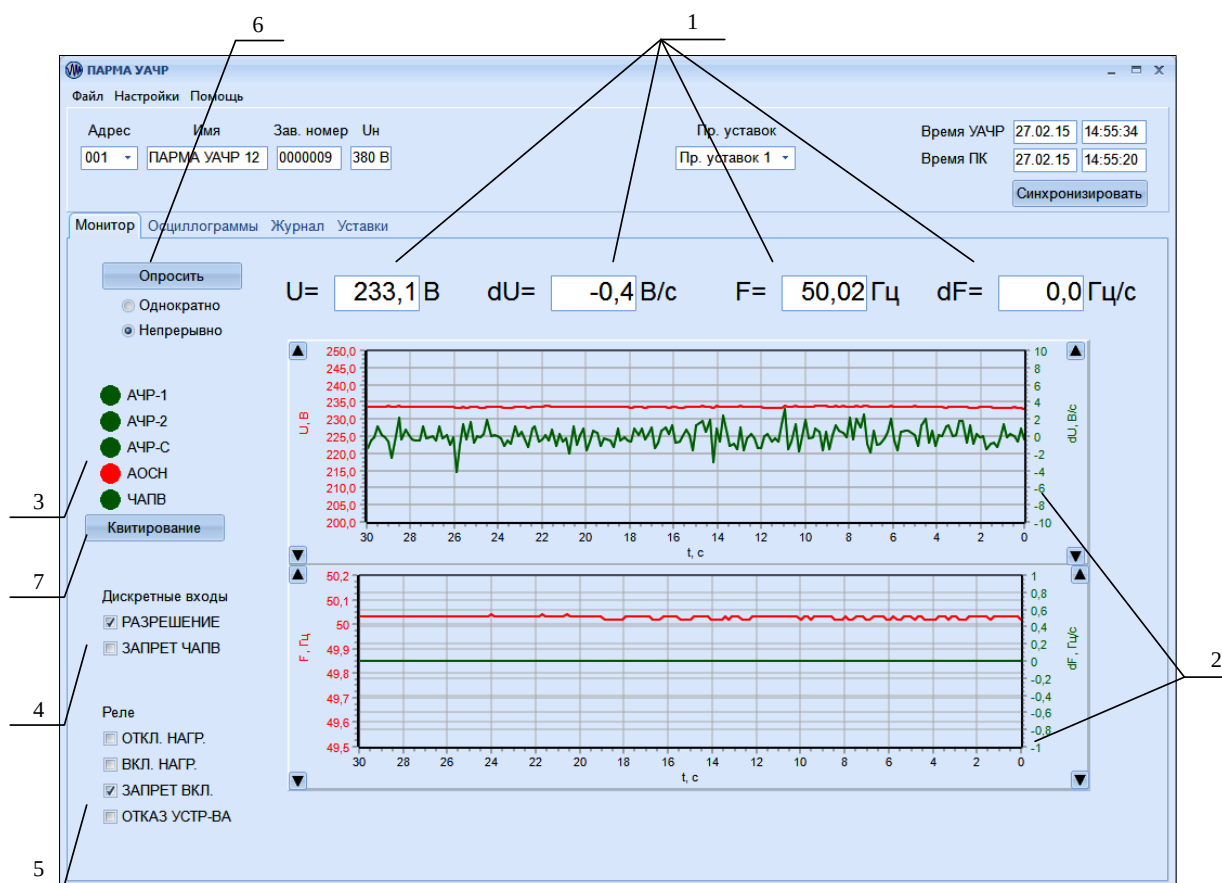

Рисунок 8 – Вкладка "Монитор"
5.3.7.1 Вкладка "Монитор" (рисунок 8) предназначена для отображения параметров сети и состояния УАЧР. Параметры сети – напряжение, частота, скорости изменения напряжения и частоты – отображаются как в числовой форме (1) в соответствующих окнах вкладки, так и в виде графиков (2) действующего значения напряжения, скорости изменения напряжения, частоты и скорости изменения частоты.